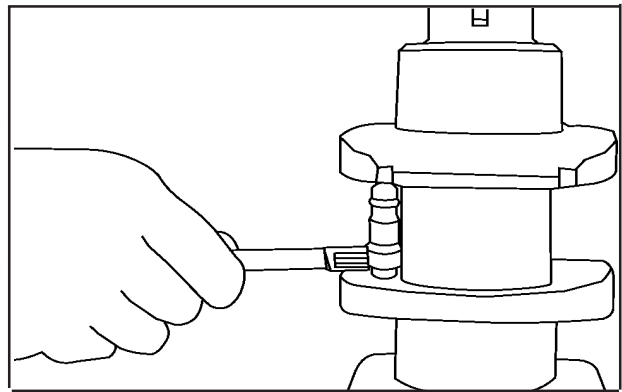

FIG 5
4. Verifique com o micrômetro o comprimento dos munhões e moentes. Veja Especificações Técnicas. **Fig. 5**.